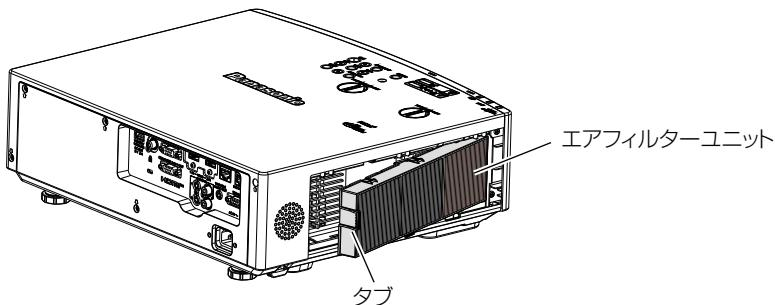

図1
1) エアフィルタユニットをプロジェクター本体に取り付ける (図1)